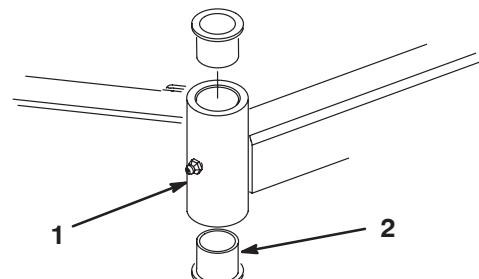

Bild 80
- Stecken Sie einen Treiberdorn in die Ober- oder Unterseite des Befestigungsrohrs und treiben die Büchse aus dem Rohr (Bild 80). Treiben Sie dann die andere Büchse aus dem Rohr heraus. Reinigen Sie die Innenseite der Rohre.